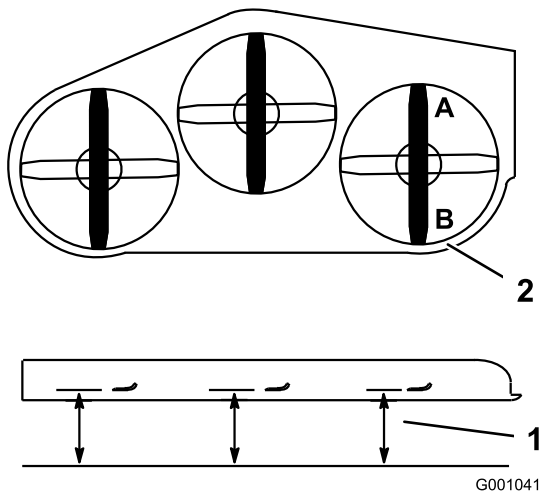

Figura 80
- Coloque una cuchilla en posición longitudinal. Mida en las posiciones **A** y **B** desde una superficie nivelada hasta el filo de corte de los extremos de la cuchilla (Figura 80).